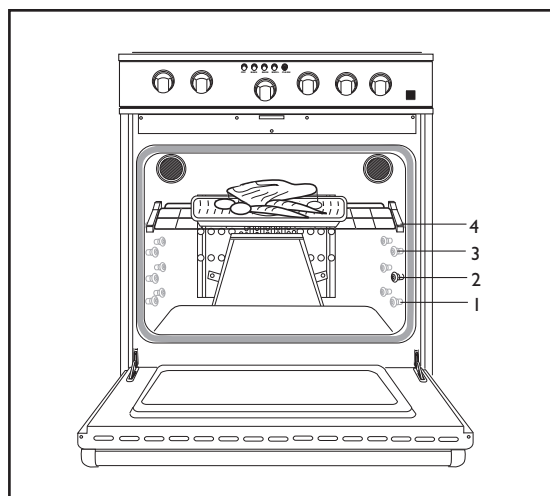

Fig. 01
2. Placez les grilles du four dans la bonne position avant d'allumer le four. Consultez votre recette pour connaître la bonne position de la grille. La position la plus utilisée est la position numéro 2 (les aliments doivent être au centre du four pour que l'air puisse circuler). Utilisez la position de grille 4 pour le grillage. Les positions des grilles sont numérotées de bas en haut comme les étages d'un bâtiment (fig. 01).